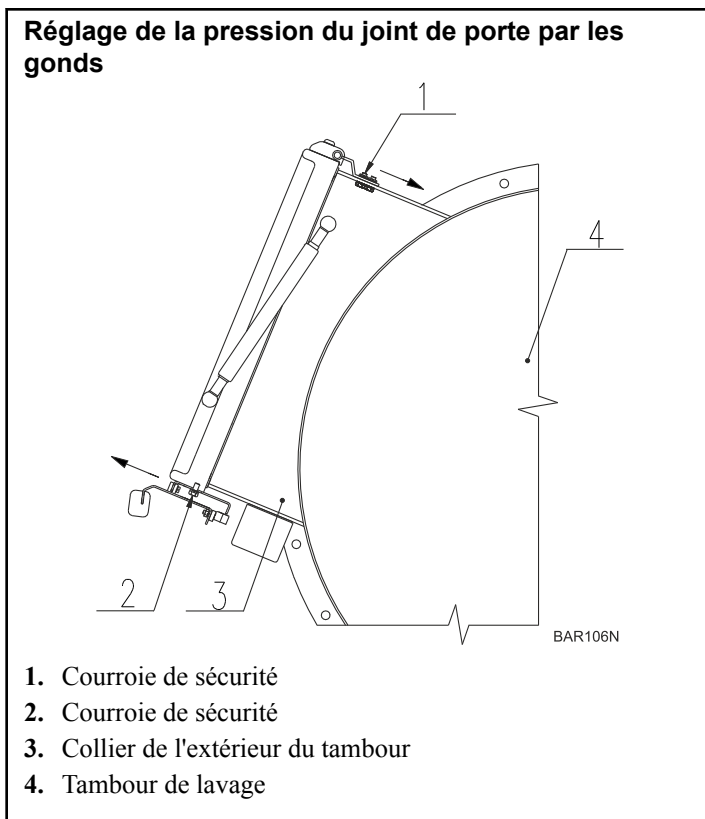

Figure 46
1. Dévisser les courroies de sécurité, *Figure 46*, (1), (M6x12, 6 pièces), qui fixent les gonds de la porte au collier externe du tambour.
1. Dévisser les courroies de sécurité, *Figure 46*, (2) (M6x12, 4 pièces), qui fixent le panneau sur lequel une plaque est fixée à la poignée de la porte.
2. Déplacer la plaque, là où elle est attachée à la poignée, vers vous (en partant du tambour de lavage, (4)). Vérifier de nouveau que le joint de la porte s'adapte précisément à l'extérieur du tambour. Le joint de la porte doit sceller le collier (3) de l'extérieur du tambour sur toute sa circonférence.
3. Une fois que la poussée de la porte est réglée, resserrer les courroies de sécurité (2).